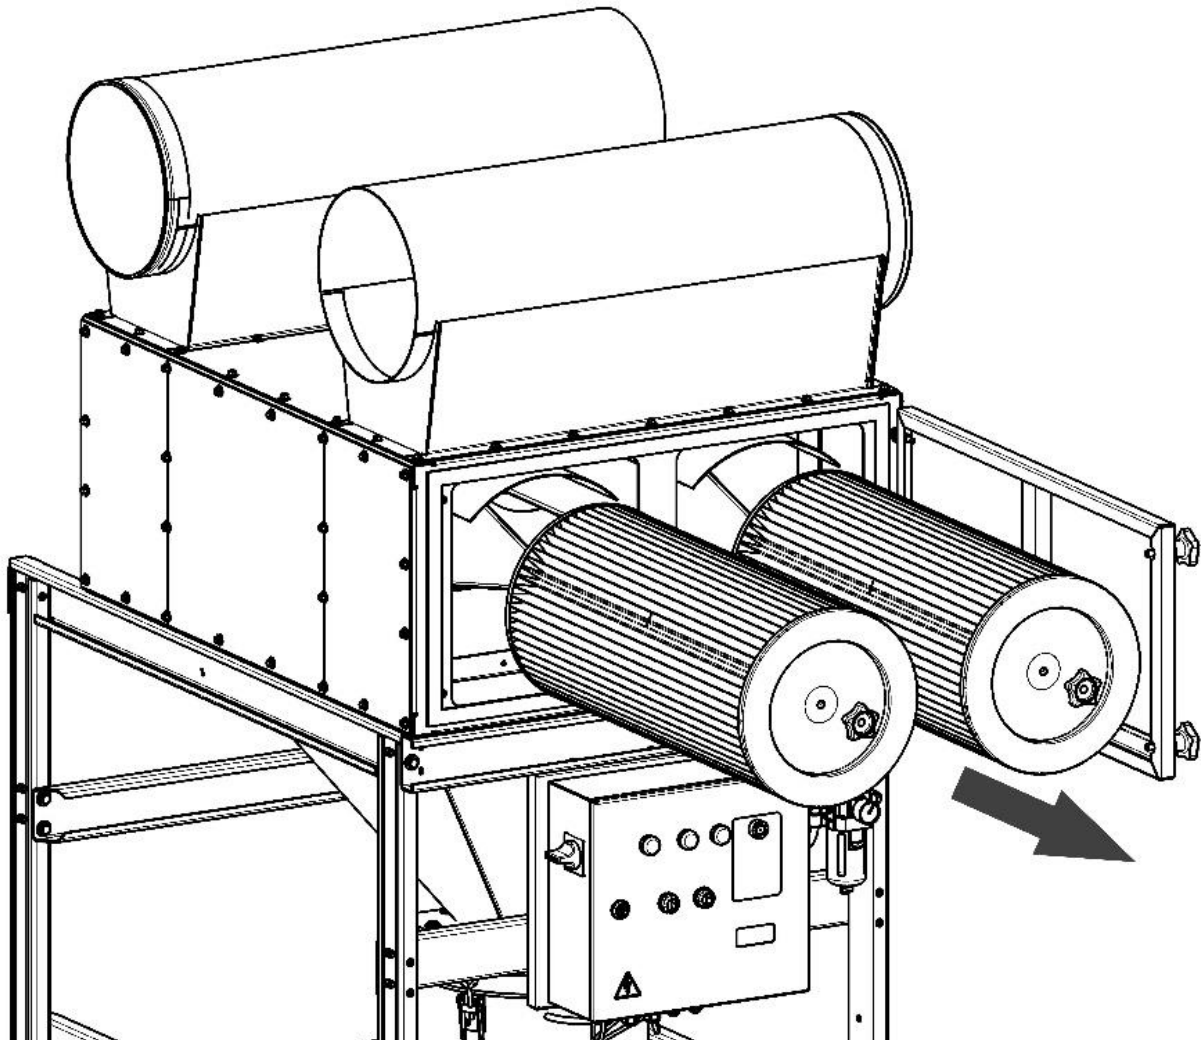

Рисунок 18
- 1) открыть двери модулей, открутить гайки-ручки, которыми крепятся картриджи (рисунок 18);